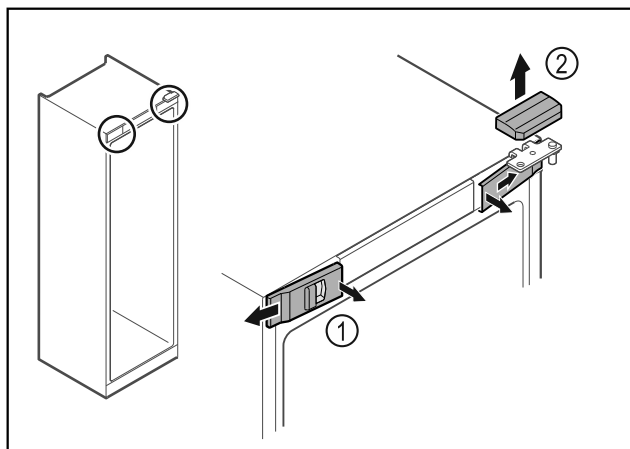

Fig. 12
- Передние крышки Fig. 12 (1) освободите от фиксации с внутренней стороны и отведите в сторону.
- Движением вверх снимите верхнюю крышку Fig. 12 (2).